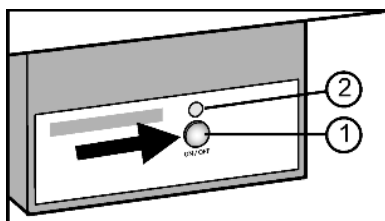

Fig. 19
- ▶ Нажмите и удерживайте кнопку On/Off Fig. 19 (1) так, чтобы светодиод Fig. 19 (2) загорелся.